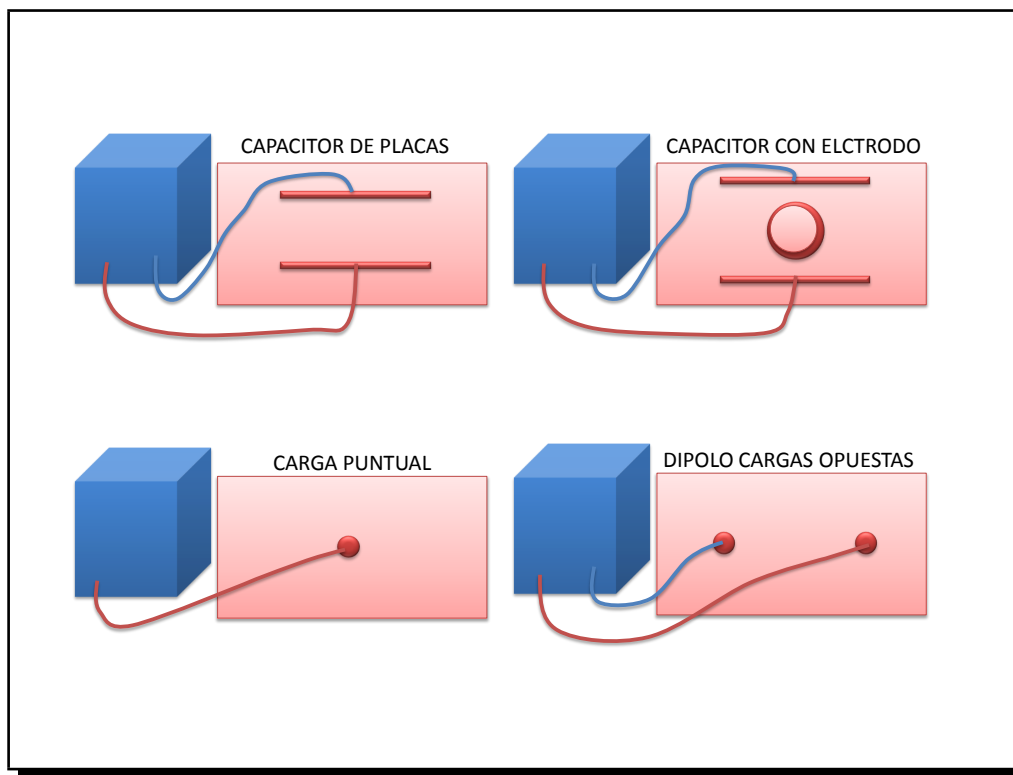

Figura 3.4: Configuraciones para describir las superficies equipotenciales
- 1 Conecte los electrodos del generador en los electrodos del papel tal como lo indica la Figura 3.4.
- Dibujar las líneas de campo eléctrico para cada una de las configuraciones utilizadas en el experimento, Figura 3.4.